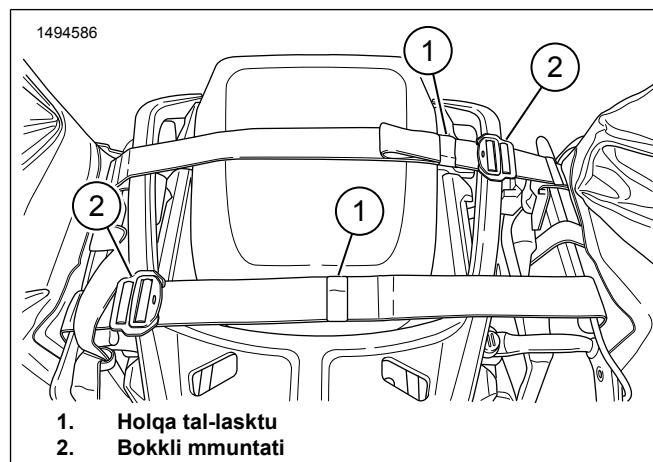

Figura 3. Ċineg tul-is-Sedil tal-Passiġġier
4. Figura 3 Installa s-saddlebags fuq il-vettura biċ-ċineg imqabba fuq in-naħha ta' wara tas-sedil tal-passiġġier.
6. Figura 3 Poġġi ċ-ċineg żejda fil-ħoloq tal-lasktu (1).